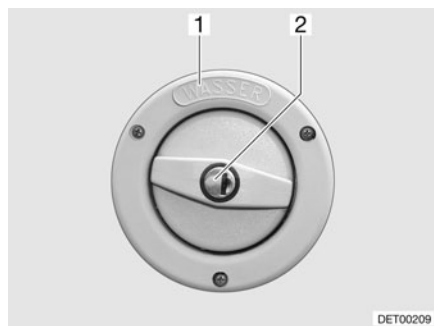

Fig. 33 Couverture de fermeture du bec de remplissage d'eau fraîche
▷ Le bec de remplissage d'eau fraîche est désigné par l'inscription "WASSER" (eau) (Fig. 33,1).
- Insérer la clé dans le barillet (Fig. 33,2) et la tourner dans le sens inverse des aiguilles d'une montre.